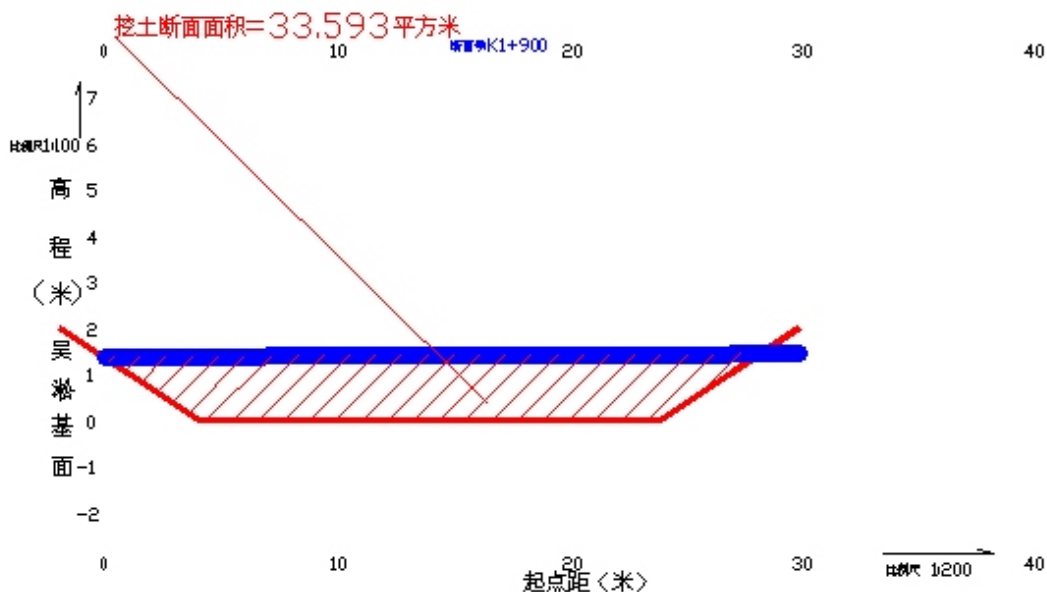

图 6-5
- 6、 在 CAD 命令行出现“挖土面积注记位置:”的提示，在拟标注本断面挖土面积的位置点击一点。如图 6-5 所示